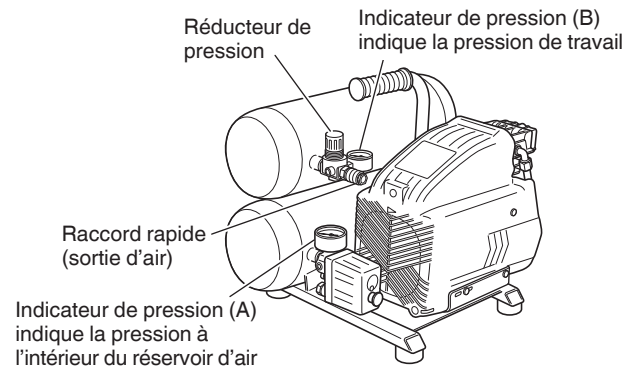

Fig. 7
Déverrouiller le bouton du réducteur de pression en tirant dessus; régler la pression à la valeur désirée en tournant dans le sens des aiguilles d'une montre pour l'augmenter, ou dans le sens opposé pour la diminuer. Un indicateur de pression (B) permet de visualiser quand la valeur désirée est atteinte; pour verrouiller le bouton appuyer à fond dessus. (Voir Fig. 7)